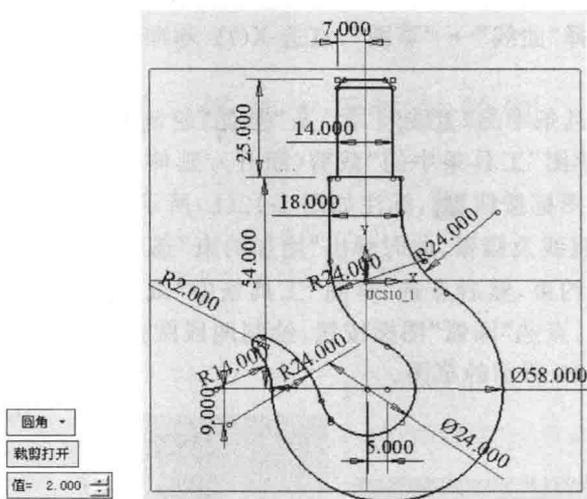

图 1-14 吊钩完整草图
(3) 点选“草图”工具条中的“圆角过渡”按钮, 选择“圆角”、“裁剪打开”, “值”文本框中输入“2”, 然后选择两段圆弧完成倒圆角操作。最后在吊钩的上部进行倒角处理, 点选“圆角过渡”按钮, 选择“斜角”、“裁剪打开”, “值”文本框中输入 2, 完成斜角操作; 点选“直线”按钮, 将斜角的两点连接起来, 最后完成如图 1-14 所示的草绘。